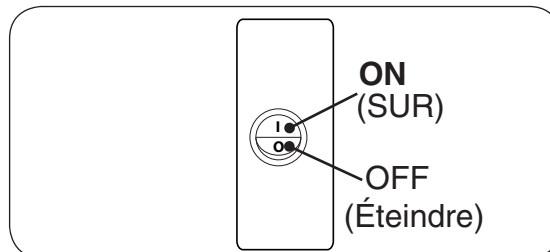

Fig. 34-2 Boîte de commutation, ON/OFF
2. Repérez l'interrupteur ON/OFF sur le devant de la boîte de commutation. Appuyez sur l'interrupteur sur la position **ON (I)**. Voir Fig. 34-2.
Vérifiez périodiquement le pilote pour le modèle de la flamme. La flamme de la veilleuse devrait encercler le thermocouple, et est pré-réglé en usine (voir Fig. 34-2).